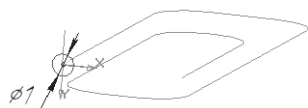

Рис. 281
- постройте окружность с центром в начале координат радиусом 0,5 мм (диаметр поперечного сечения – 1 мм) –рис. 281;